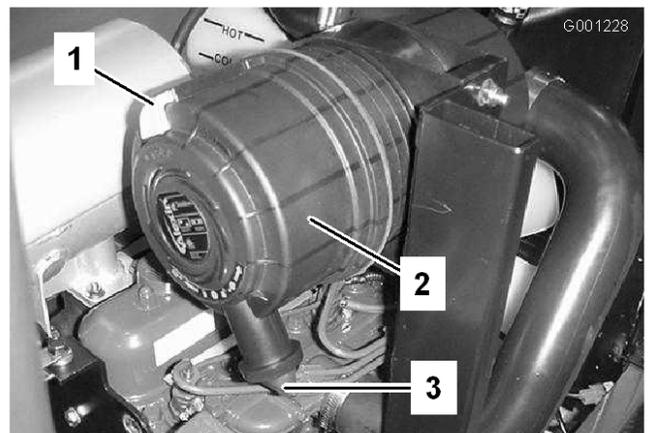

図 46
1. ラッチを引いて外し、カバーを左にひねってボディからはずす（図 46）。
2. ボディからカバーを外す（図 46）。
8. 出口バルブが下向き（後ろから見たとき、時計の5:00と7:00の間になるように）カバーを取り付ける（図 46）。